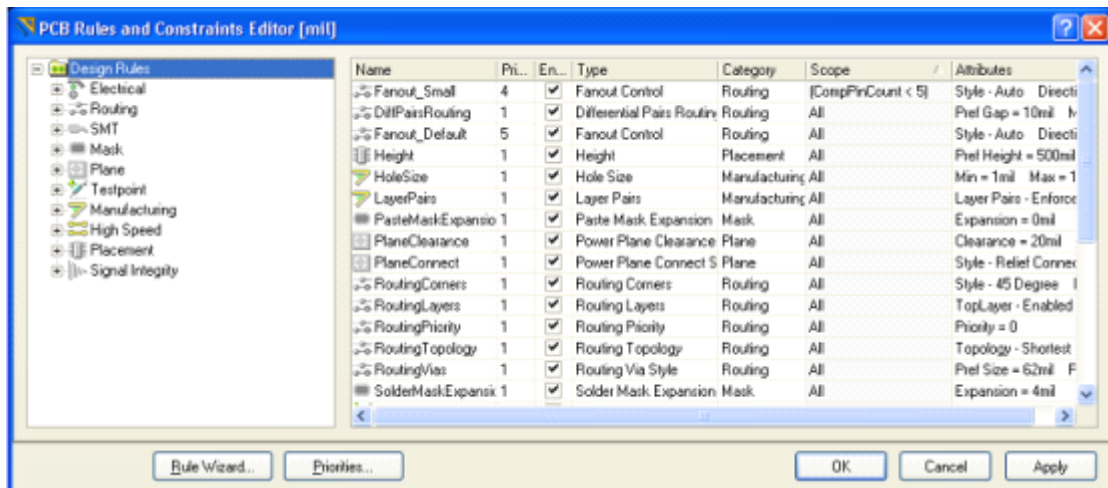

图6-19 设计规则
- 2、如图6-19，PCB 规则和约束限制编辑器对话框就会出现。每个规则类显示在对话框左边 Design Rules 文件夹的下面。双击 Routing 扩展，看到相关的布线规则。然后双击 Width，显示宽度规则。